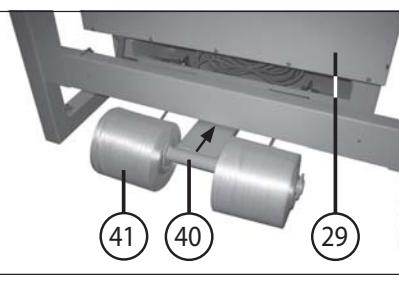

Fig. 4
- 29 = Cassetta di commutazione (fig. 4)
- 40 = Supporto rullo portanastro (fig. 4 e 17)
- 41 = Rullo portanastro (fig. 4 e 17)
6. Compensare le irregolarità del pavimento con l'aiuto delle viti di compensazione (20) (fig. 4).
MONTAGGIO DEI RULLI PORTANASTRO (fig. 4):